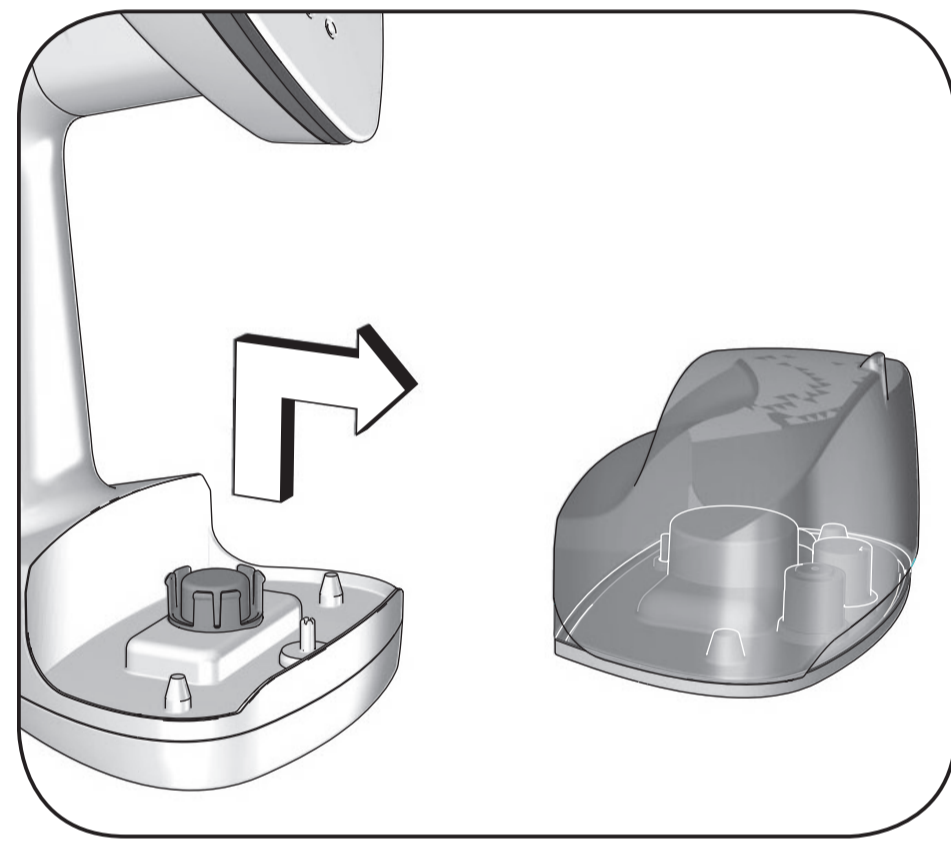

Fig. 3
5. Retirer le réservoir de son emplacement (Fig. 3).